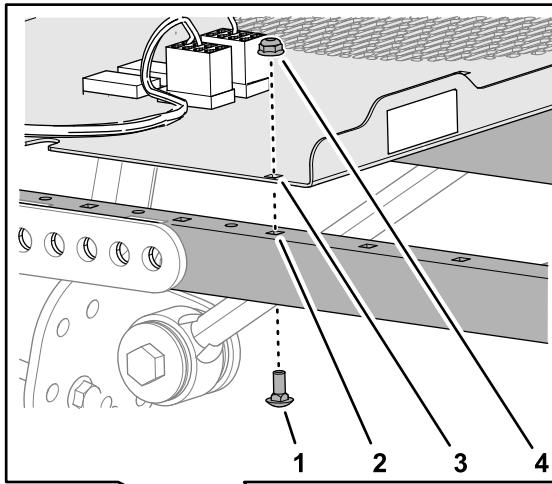

Bild 6
- Fluchten Sie die rechteckigen Löcher im Bedienfeld mit den rechteckigen Löchern in den zwei Seitenrahmenkanälen des Sonnendachs aus, wie in Bild 6 abgebildet.
2. Befestigen Sie das Bedienfeld mit den vier Schlossschrauben und vier Muttern an den seitlichen Rahmenkanälen (Bild 6).